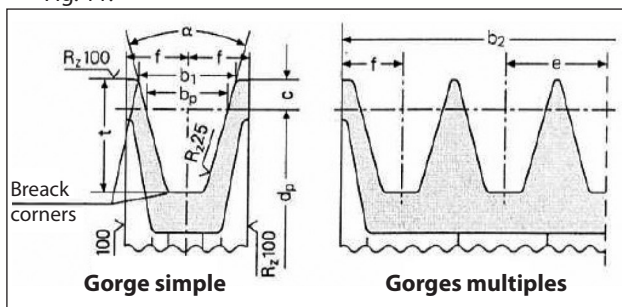

Fig. 10
- a) Utiliser des poulies pour courroies trapézoïdales avec les dimensions de la gorge prescrites/conseillées par le constructeur de la courroie utilisée. En cas de manque d'indications, se référer à la Fig. 10 et au tableau de la Fig. 11.